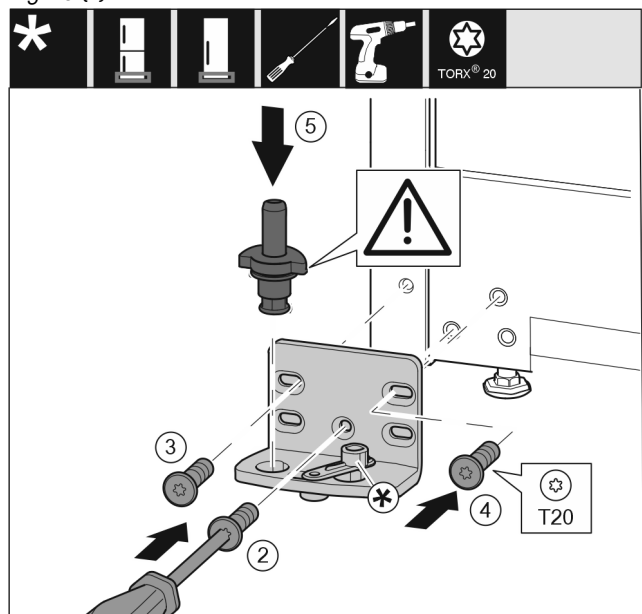

Fig. 14
- Poser le support de palier de l'autre côté et le visser à l'aide d'un tournevis T20. Commencer par la vis 2 en bas au milieu. Fig. 14 (2)
- Visser les vis 3 et 4. Fig. 14 (3,4)
- Mettre en place l'axe de palier complet. Veiller à ce que l'ergot d'enclenchement soit orienté en arrière. Fig. 14 (5)